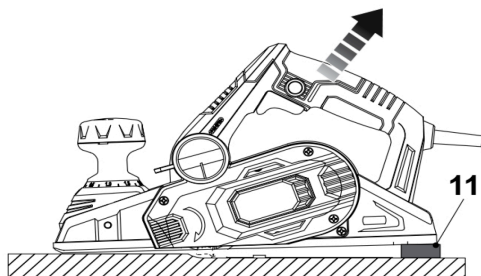

Рис. 11
Если вам необходимо выключить рубанок с сохранением регулировки глубины строгания, вы можете использовать защитную подставку (11). Поверните подставку под заднюю подошву и поставьте рубанок на верстак или другую поверхность. При этом ножи не будут касаться поверхности верстака (Рис. 11).